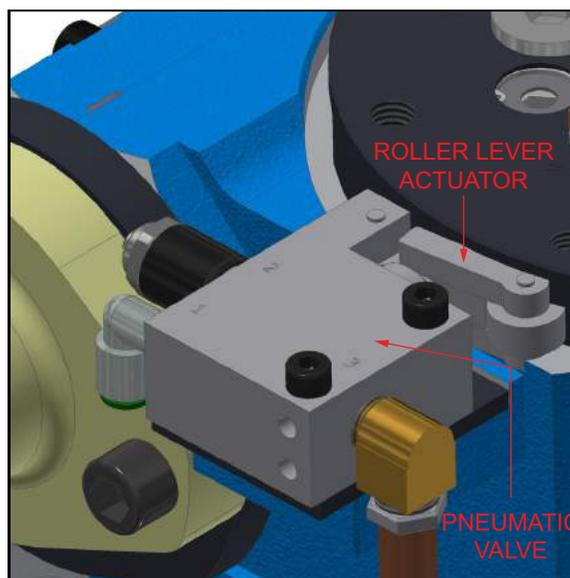

Рисунок 3-36. Местоположение пневмоклапана
- Используя такой инструмент, как отвертка, надавите на привод роликового рычага пневмоклапана (см. рис. 3-36) около верха шпинделя. Семь циклов привода роликового рычага соответствуют повороту обрабатывающего рычага на 360°.